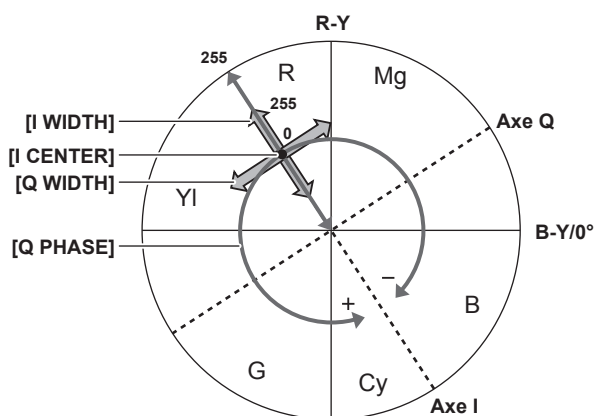

Fig. 1
• La composition de couleurs du signal vidéo (R/G/B) peut être convertie en signal de différence de couleurs (R-Y/B-Y) comme indiqué sur la (Fig. 1). Dans ces plages, définissez la zone où le ton chair suivant est appliqué, à l'aide de l'axe rouge-cyan (axe I) et de l'axe vert-magenta (axe Q).